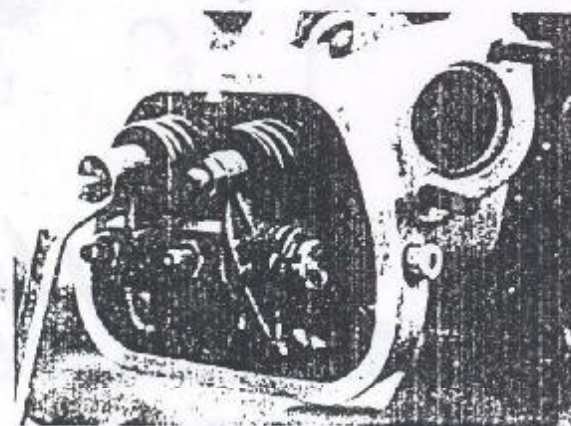

Figura 0.05.5 - Parafuso de ajuste e porca-trava
4. Caso o valor encontrado esteja fora do especificado, desapertar a porca-trava do parafuso de ajuste (Figura 0.05.5)